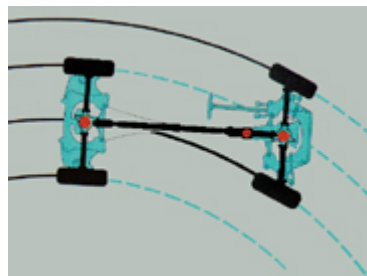

Fig. 6
- **Transmisión total (fig. 6)**